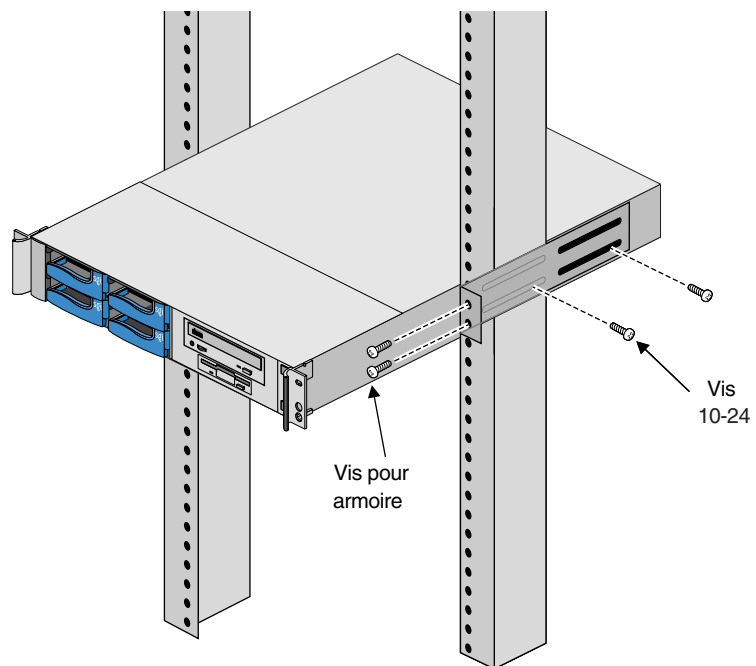

Figure 3-2 Montage central en armoire du châssis
4. Pendant qu'une personne fait glisser le système sur les supports à l'avant de l'armoire et le maintient en position, l'autre personne aligne les deux trous de vis situés dans la partie avant haute. Inclinez légèrement le système et fixez les deux vis situées dans la partie avant haute, sans les serrer complètement, pour soutenir la plus grande partie du poids du système. Reportez-vous à la Figure 3-2.